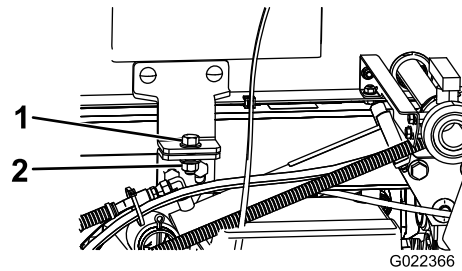

Figura 98
5. Retire los pernos de seguridad de la parte delantera del patín (Figura 98).